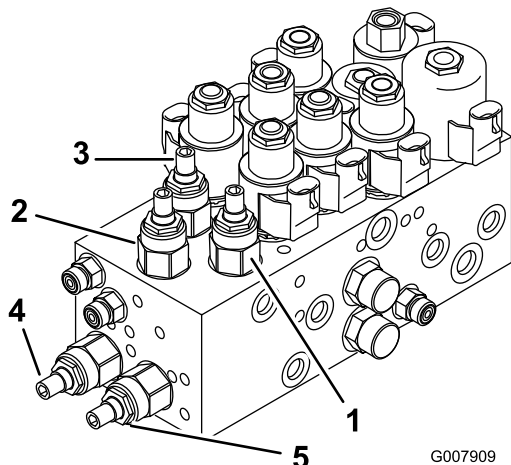
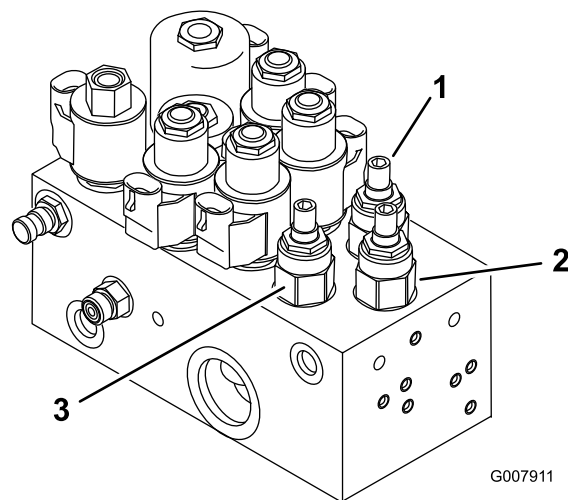

Figura 86
Figura 87
1. Accedete alla valvole sul collettore di sollevamento per regolare la(e) unità di taglio prevista(e) (Vedi tabella, Figura 86 e Figura 87).